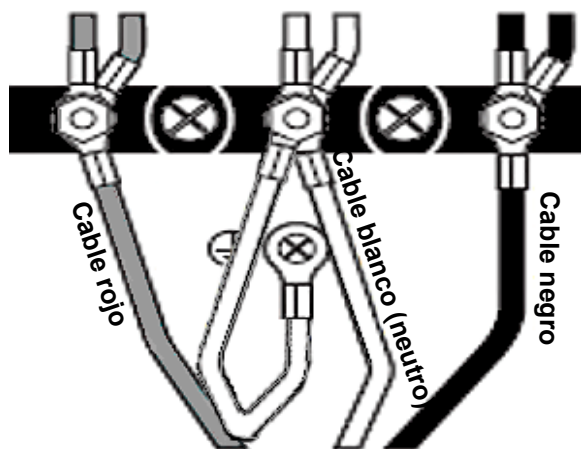

Figura 14: 3-Wire Connection
3. Fije el cable neutro de tierra del circuito de alimentación al contacto central (color plata) de la caja de conexiones (vea la Figura 14).